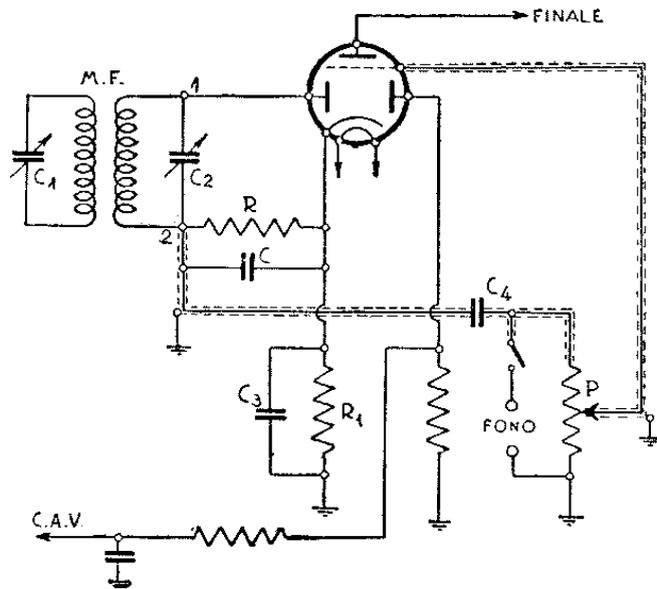

Fig. 4.5. - Stadio rivelatore di tipo normale, in cui P è il controllo di volume, e sostituisce la resistenza di griglia del triodo.
- c) cortocircuito nel compensatore  $C_2$ . Occorre staccare  $C_2$  dal punto 2 (fig. 4.5), provare con l'ohmmetro la continuità dell'avvolgimento e quindi lo stato di  $C_2$ .